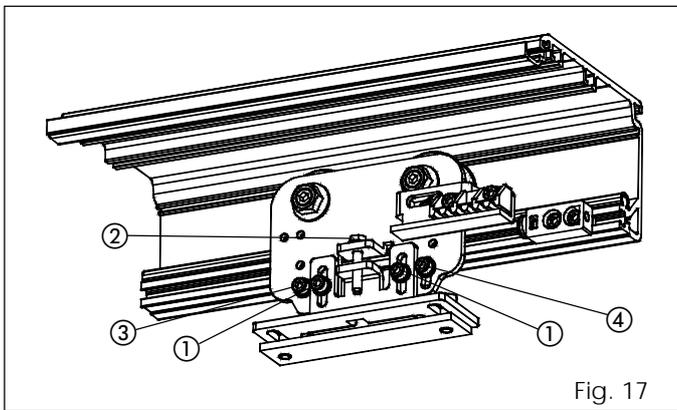

Fig. 17
- Allentare leggermente le due viti esagonali fig. 17 rif. ①.
- Agire sulla vite (fig. 17 rif. ②) in senso orario per alzare le ante oppure in senso antiorario per abbassare le ante.
- Allentare le due viti esagonali (fig. 17 rif. ③ e ④).
- Fare scorrere la vite di fig. 17 rif. ④ all'interno dell'asola, facendo in modo che la ruota di contropinta, durante il movimento del carrello, scorra sul profilo senza bloccarsi. Riscorrere che sia possibile bloccare la ruota senza causare l'arresto del carrello.